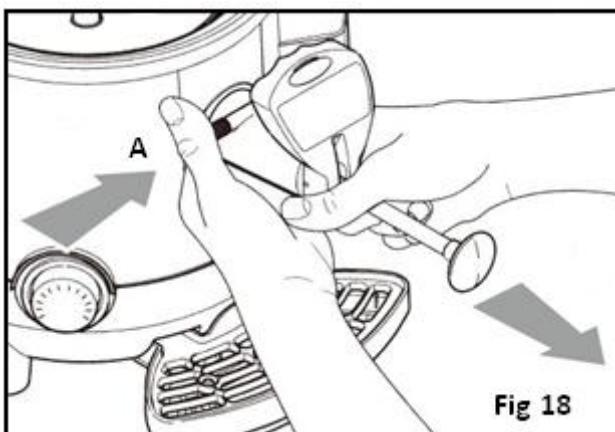

Fig 18
- Den Knopf (A) drücken, der den Hahn am Gerät hält und dann den Hahn mit beiden Händen abnehmen (Abb. 18)